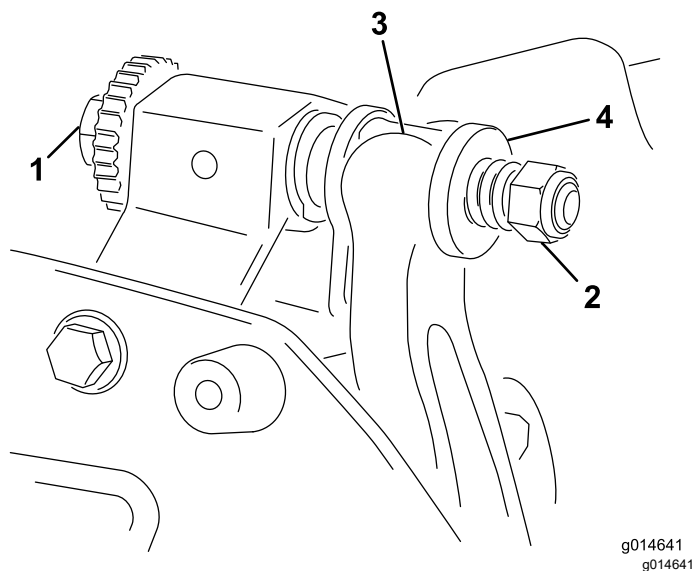

Figura 19
1. Rotiți șurubul de reglare pentru bara de cadru în sensul invers al acelor de ceasornic, pentru a îndepărta contracuțitul de cilindru (Figura 19).
2. Deșurubați piulița pentru tensionarea arcului până când șaiba nu mai este lipită de bara de cadru (Figura 19).